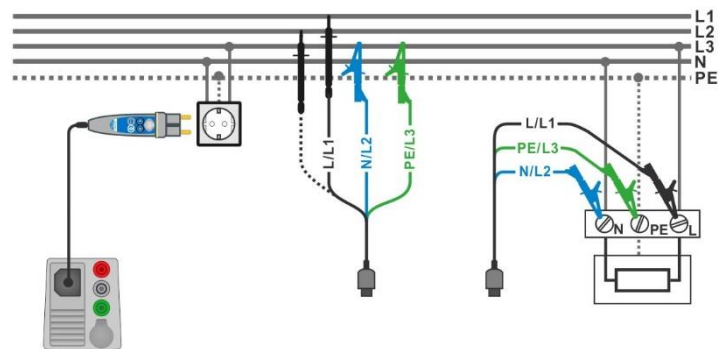

Abbildung 7.134: AUTO TN Messung
- › Schließen Sie den 3-Leiter Prüfadapter oder den Commander-Prüfstecker am Prüfling an, siehe **Abbildung 7.134**.